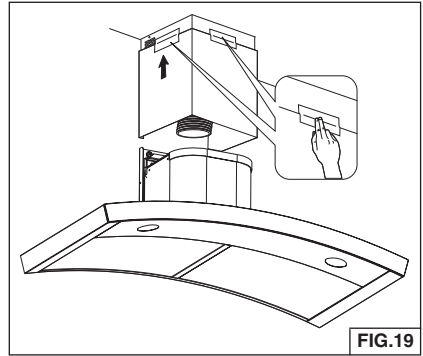

FIG.19
6. Asegure juntos temporalmente el tubo de humos superior e inferior con cinta para conductos, como se muestra. Fig. 19.